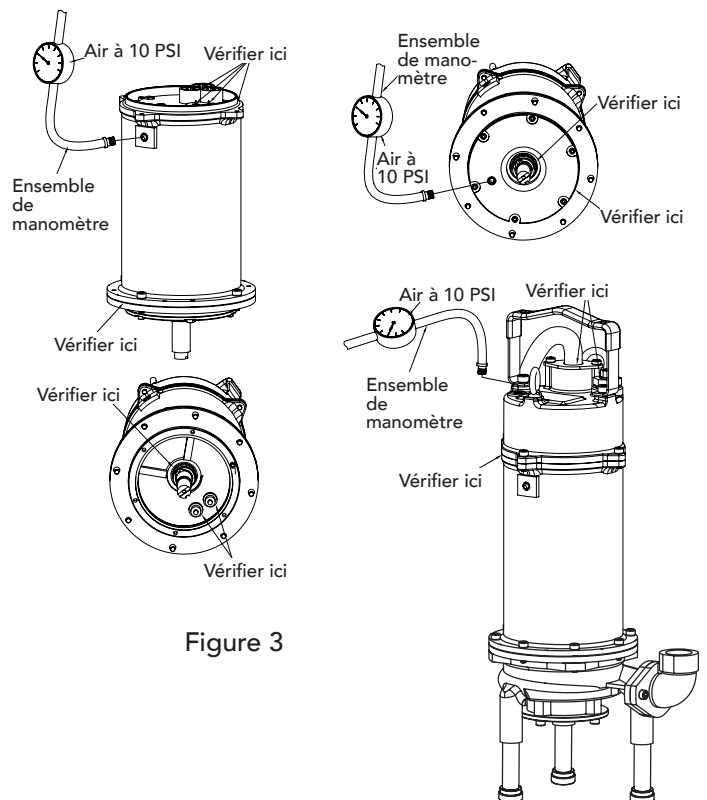

Figure 3
Voir la Figure 3. Ôter le bouchon de tuyau (30) du capuchon de cordon (45). Appliquer du mastic d'étanchéité sur les filets d'ensemble de manomètre et le serrer dans le trou. Mettre sous pression le carter supérieur de moteur à 10 PSI. Utiliser une solution savonneuse autour de la zone supposée étanche au-dessus du niveau d'huile et inspecter pour détecter des bulles d'air éventuelles entre le capuchon de cordon (45) et le carter de moteur (28). Vérifier aussi autour de l'écrou presse-étoupe et du câble d'alimentation. Si après cinq minutes la pression est restée constante et qu'il n'y a pas eu observation de bulles ou de suintement d'huile, libérer lentement la pression et enlever l'ensemble de manomètre. Si aucune fuite n'a été décelée, continuer avec le test du carter de moteur.
Si l'huile a été vidangée, remplir au niveau normal avant d'effectuer le test de pression (voir la Figure 3). Ôter le bouchon de tuyau (30) du carter de moteur (28).